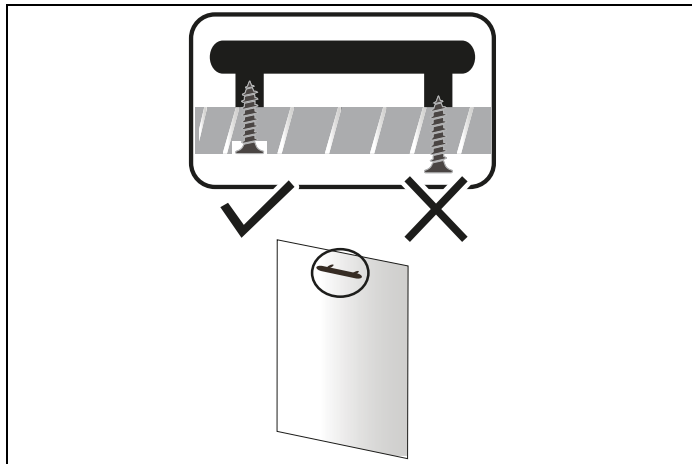

Fig. 26
5) Antes de montar la puerta de madera en el lavavajillas, monte el tirador en la puerta de madera como en Fig. 26